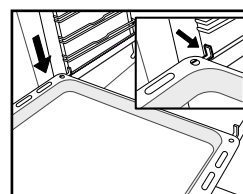

Fig. 5
5. Amplasați accesoriile pe glisor (Fig. 5, 6).